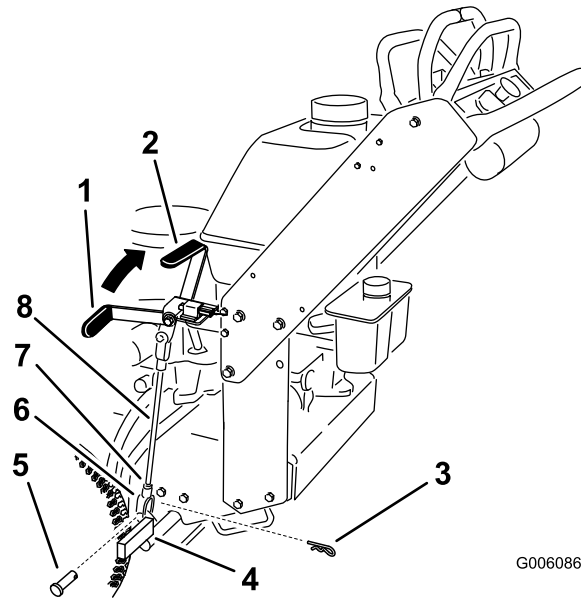

Figura 42
Nota: Cuando el freno está puesto, la palanca de freno debe estar en la posición de la 1 (Figura 42).
5. Afloje las contratuercas superior e inferior (Figura 42).
6. Para ajustar el freno, retire el pasador de horquilla y el pasador de la palanca de freno inferior (Figura 42).
7. Gire la varilla del freno en las horquillas. Para apretar el freno, aumenta la distancia entre las horquillas. Para aflojar el freno, reduzca la distancia entre las horquillas (Figura 42).
8. Fije la horquilla a la palanca de freno inferior con el pasador de horquilla y el pasador (Figura 42).
9. Apriete las contratuercas superior e inferior (Figura 42).